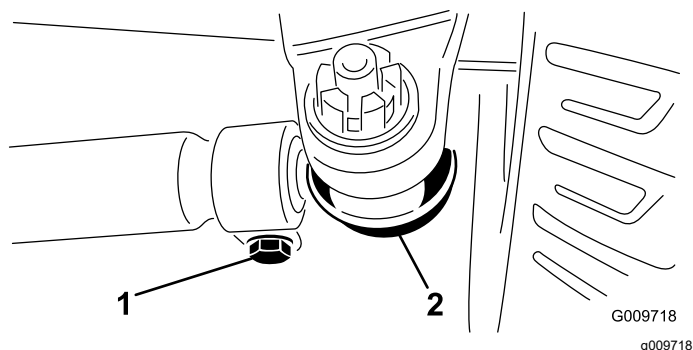

Figura 115
tirantului (Figura 115). Îndepărtați articulația sferică a tirantului de pe suportul carcasi axului.
4. Slăbiți clemele de la ambele capete ale tirantului (Figura 115).